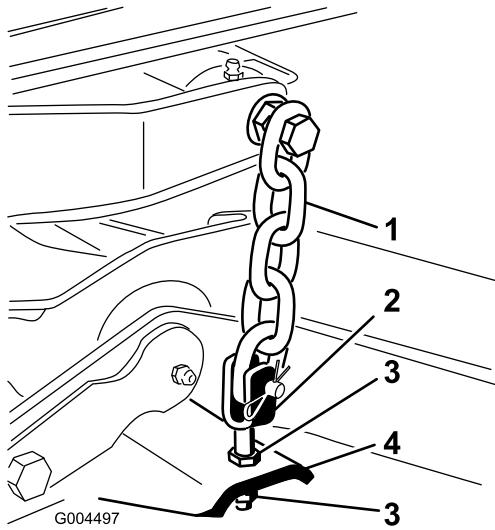

Figura 24
8. Ajuste las contratuerzas que fijan las horquillas/cadenas al cortacésped hasta que el cortacésped quede nivelado (Figura 24).
7. Ajuste las contratuerzas que sujetan las horquillas/cadenas de la parte trasera del cortacésped para elevar la parte trasera, hasta que la inclinación de las cuchillas sea de 8 mm (Figura 24).